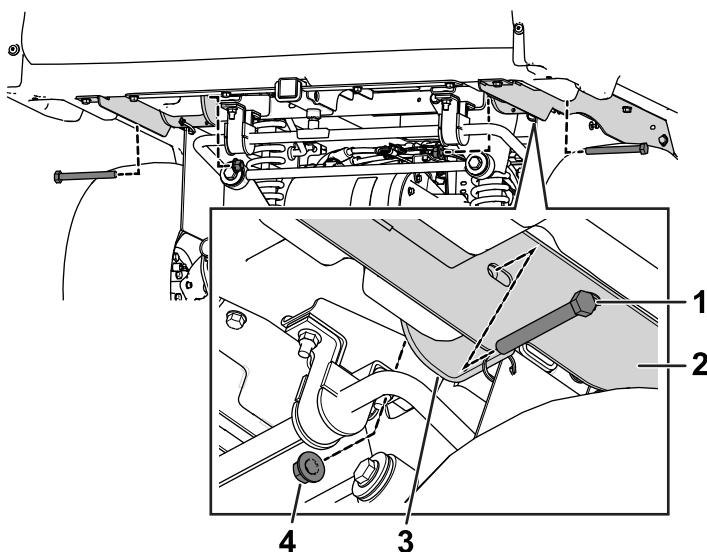

Figura 6
alineados con los taladros de montaje de los soportes de la plataforma de carga (Figura 6).
- Utilice 2 pernos (½" x 4½") y 2 tuercas con arandela prensada para sujetar los soportes derecho e izquierdo de la plataforma de carga a los soportes de giro (Figura 6).